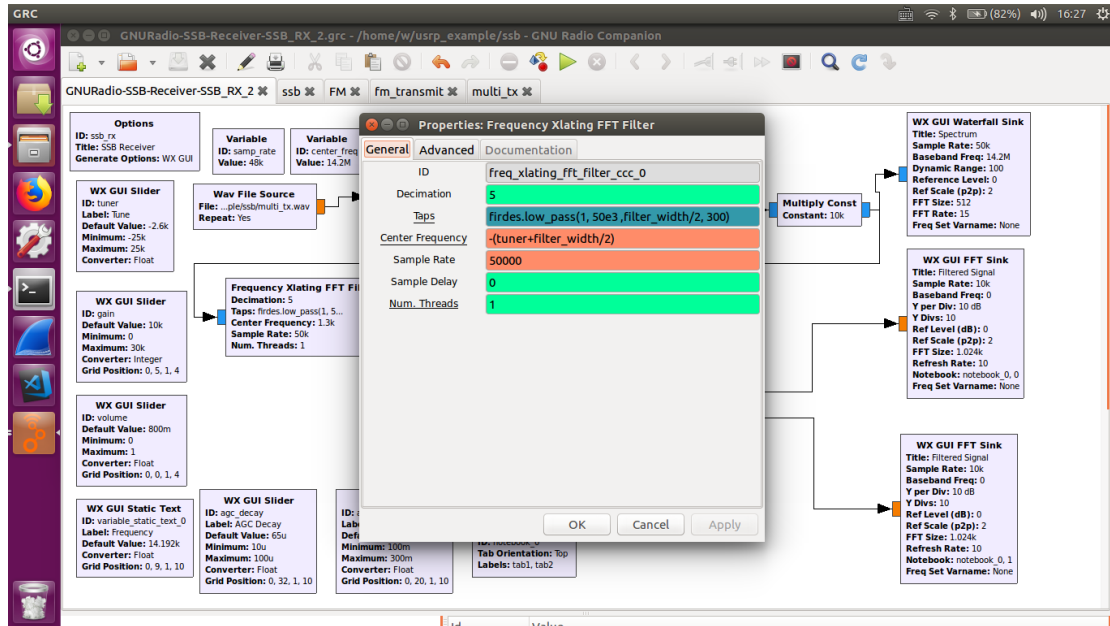

图 4
7.在 GRC 中，变频 FIR 滤波器能够完成上述操作。把这个模块插到 Multiplex Const 与 AGC2 之间，然后把属性修改为图 4 所示，**理解为什么中心频率设置为 1.3KHz，可将有用信号搬移到 0 频**。低通滤波器可由 FIR 中的 Taps 实现，具体输入为：`firdes.low_pass(1,50e3,filter_width/2,300)`。其含义为生成一个增益为 1、采样频率 50KHz、截止频率 1.3KHz、变宽 300 的低通滤波器。tuner 表示下边带频谱，filter_width 表示单边带带宽。